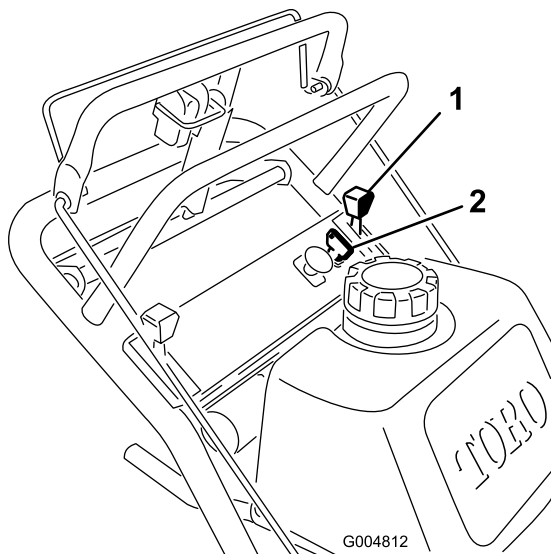

Figura 8
- Mova a alavanca do regulador para a posição SLOW (lento) (Figura 8).
- Rode a chave para a posição OFF (Figura 8).